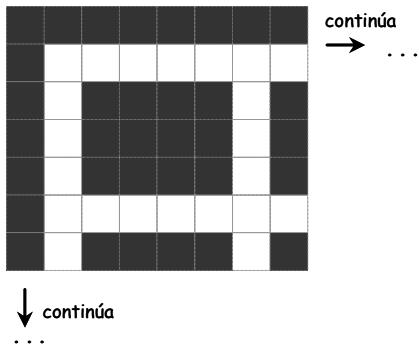
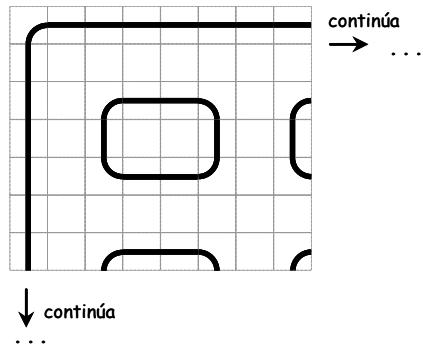
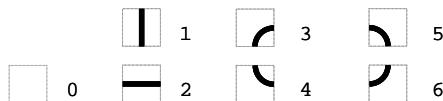

Figura 15.4: Paredes llenas con un sólo color
Figura 15.5: Paredes llenas con dibujos
Figura 15.6: Tipos de celdas para pintar las paredes del laberinto
En la figura 15.4 se muestran las paredes como están ahora. Para no dibujar el campo de juego entero, sólo se muestra la esquina superior izquierda. En la figura se ha escogido el negro como pared y el blanco como pasillo, pero cualquier otra combinación de colores es válida. En la figura 15.5 se muestra el diseño cuadriculado que dibujaría bordes redondeados. Este diseño sería similar al de la versión de las máquinas recreativas (figura 15.1), aunque en el dibujo se ha escogido una combinación de colores distinta para facilitar la visualización.
Observando la figura 15.5 podemos ver que hay siete tipos de celdas para pintar la pared. Estas celdas se muestran en la figura 15.6. Recordemos que en nuestro diseño las celdas son de 16x16, por lo tanto, las formas circulares aparecerán un poco pixeladas, igual que lo era la imagen del *pac-man*. El ancho de la línea puede ser de dos píxeles y estarán centrados en la cuadricula.
Por tanto se podría crear una memoria ROM que tuviese las imágenes de los tipos de celda de las paredes del laberinto. Los tipos de celda a pintar se pueden reducir a dos, ya que el tipo cero (figura 15.6) no necesita memoria; los tipos uno y dos, son el mismo dibujo cambiando filas por columnas; y los tipos tres, cuatro, cinco y seis, son el resultado de distintos cambios de filas y columnas (similar a las del dibujo del *pac-man* visto en el apartado 15.4). Puedes elegir lo que te sea más fácil: incluir en la ROM dos tipos de celdas y hacer cambios de filas y columnas, o incluir seis tipos de celdas.
Las celdas que son de pasillo se pueden dejar como de tipo cero (figura 15.6). Lo peor de este método es que requiere hacer a mano la ROM cada vez que se crea un nuevo laberinto.
- Otra alternativa similar a la anterior es crear una única memoria ROM para el laberinto y el tipo de pared. Bastaría simplemente con incluir un tipo de celda más que fuese "pasillo". Con esto tendríamos ocho tipos de celdas (recuerda la figura 15.6), que justamente cabrían en un byte.
Para terminar, se pueden crear paredes del laberinto más sofisticadas con muy poco coste, ya que sólo se necesitan unos pocos tipos de celdas. En vez de los sencillos dibujos de la figura 15.6 se pueden crear celdas con tres colores y más profundidad de color.